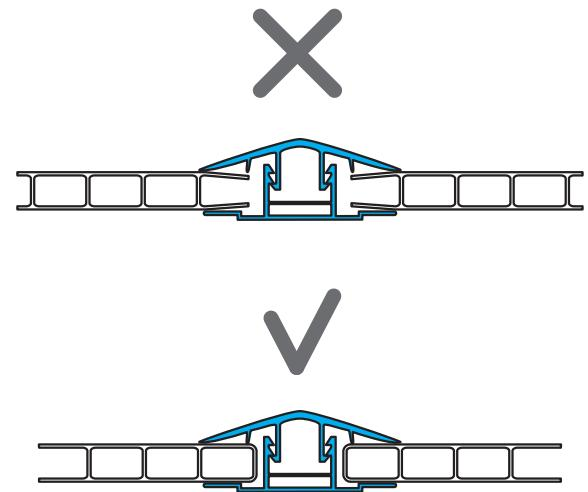

Рис.14 Установка панели ОКТЕКОЛАЙН в стыковочный профиль. Правильный и неправильный варианты.
При закреплении панелей важно, чтобы край листа заходил в профиль так, чтобы не менее одного ребра находилось в зоне зажима (*рис.14*). В то же время нельзя устанавливать панель в профиль до упора: необходимо оставить зазор на термическое расширение в зависимости от ширины панели.
2. К закреплённой базе профиля прикладывается, отмеряется и отрезается панель сотового поликарбоната с учётом термических зазоров. При этом необходимо делать разрез вблизи ребра жёсткости панели, чтобы в дальнейшем обеспечить надёжное закрепление профилем (см. рис.14).